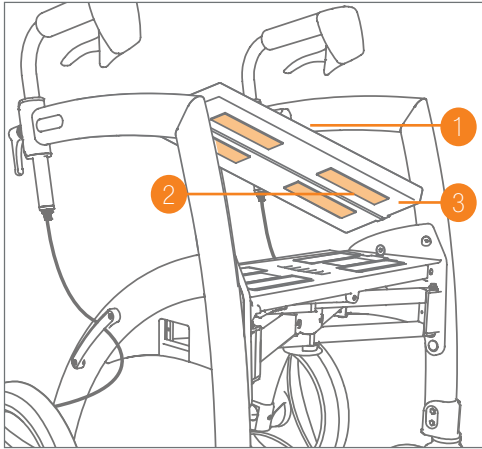

Abbildung 69: Abnehmen des Sitzpolsters vom Rollator.
- a. Ziehen Sie das festgeklebte Sitzkissen vom Sitz ab (**Abbildung 69**).